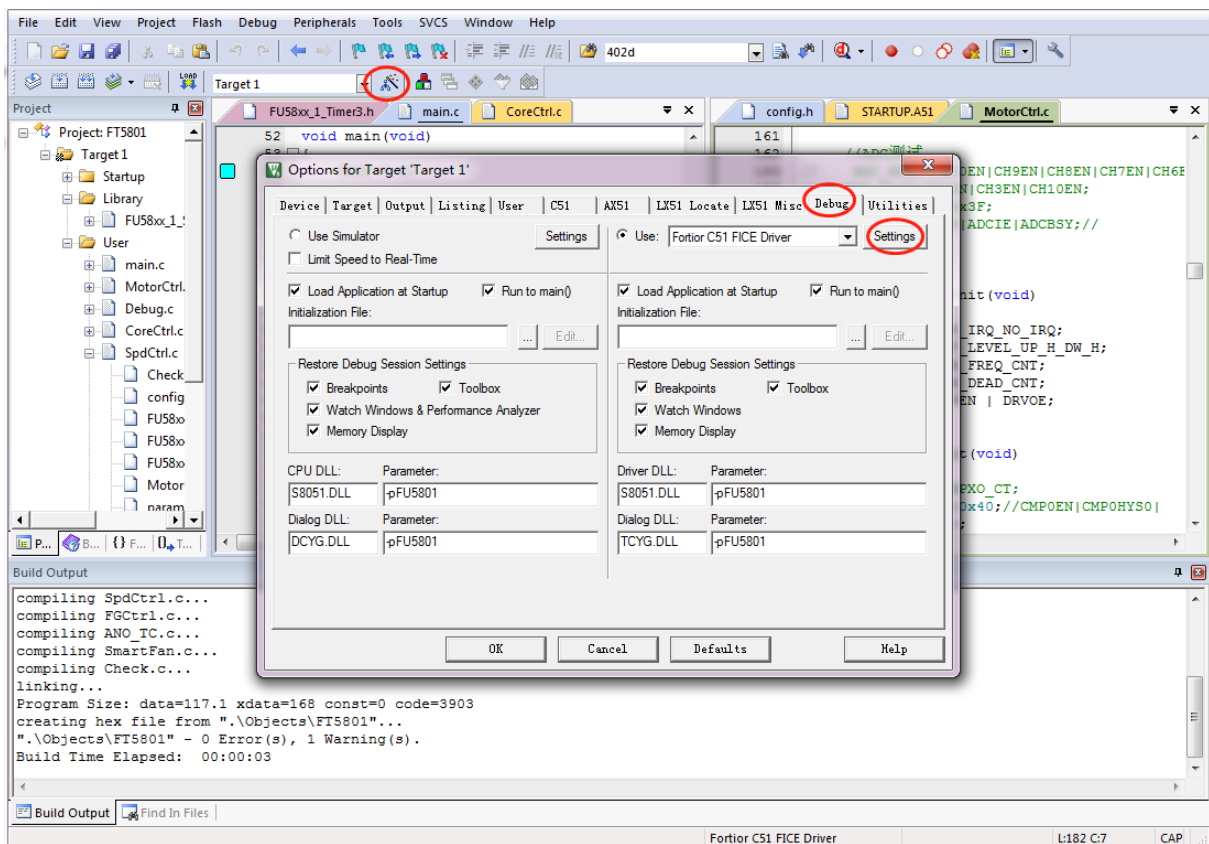

图 25-1 代码保护配置
1. 打开 8051 集成开发工具，编译前进入 Target Options 中并选择 Debug 选项卡，按照上图 25-1 所示进行选择，并点击 Settings 进入下一步设置；